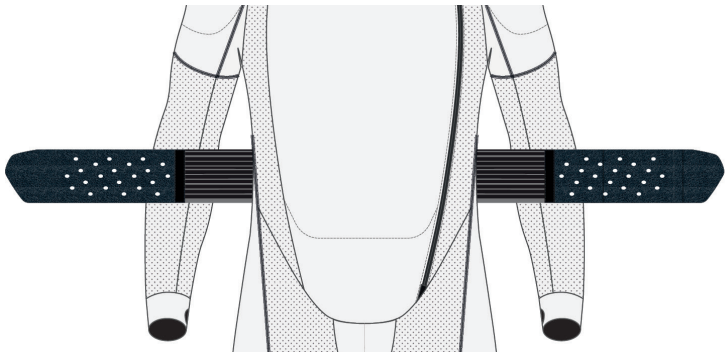

Imagen 11
Para mantener el Sistema apagado, mantenga la correa de activación (4) abierta como se muestra en la Imagen 11. Siempre mantener el Sistema en esta condición mientras se guarda, se transporta o se exporta.